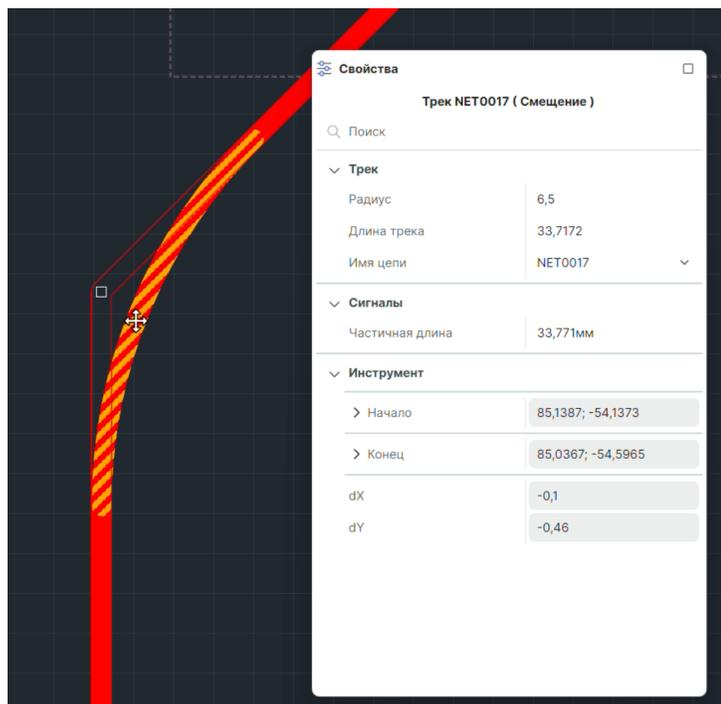

Рис. 319 Изменение скругления
2. Не активируя инструмент скругления, начните перемещать курсор с зажатой левой кнопкой мыши, см. Рис. 319.